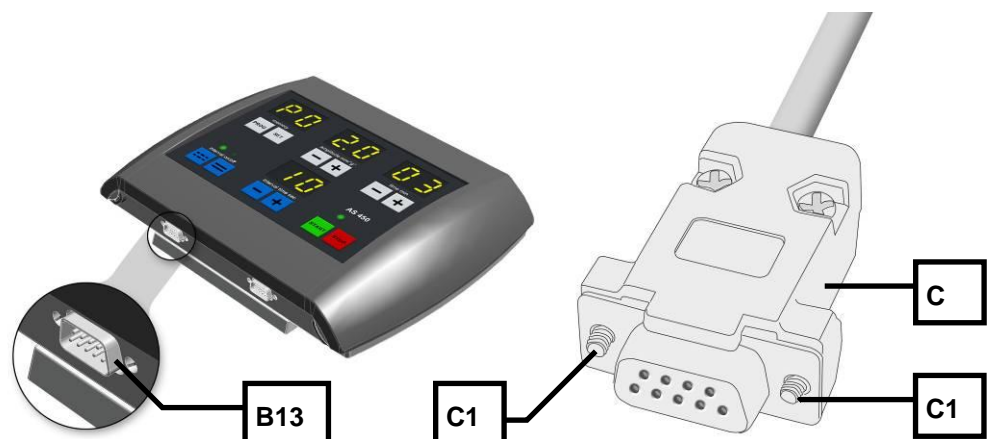

Abb. 2: Bedieneinheit anschließen
- Drehen Sie den grünen Griff der Schnellspannvorrichtung bis die Positionskerbe über der Ziffer 2 steht. (siehe Bild 2)